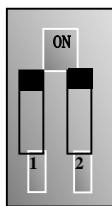

图 5-10
(5) 对于 E2300 系列 30kW 及其以下功率变频器控制端子排附近有一个两位红色拨码开关 SW1，如图 5-10 所示。拨码开关的作用是选择模拟量输入端子 AI2 的电压信号(0~5V/0~10V)或电流信号，出厂值默认为电流通道。使用时通过 F203 选择模拟量输入通道，通过 F439 设置输入信号类型为电压信号还是电流信号。按图示把开关 1 拨到 ON 位置，2 拨到 ON 位置，选择 0~20mA 电流调速。其他拨码开关的位置与调速方式详见下表 5-2。